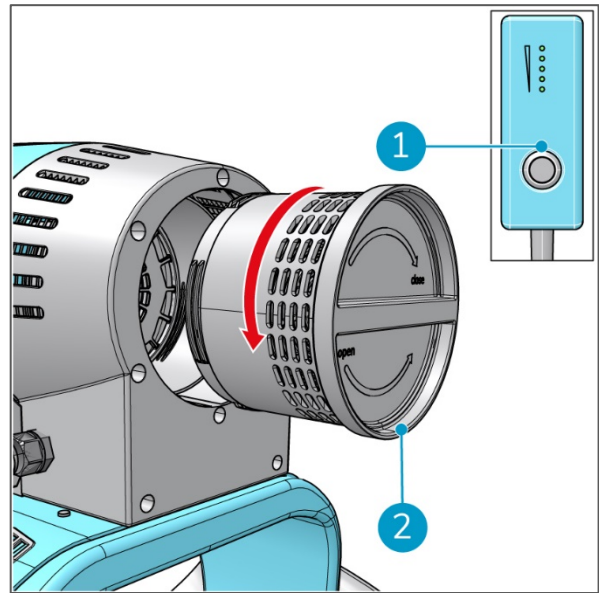

Figura 24
1. Apaga la i-move 2.5B® con el interruptor ON/OFF (Figura 24, pos. 1).
3. Gira el alojamiento del filtro (Figura 24, pos. 2) en sentido antihorario para retirarlo de la parte inferior de la i-move 2.5B.
6. Gira el alojamiento del filtro (Figura 24, pos. 2) en el sentido de las agujas del reloj para volver a colocarlo en la parte inferior de la i-move 2.5B.
11. Gira el alojamiento del filtro (Figura 24, pos. 2) en el sentido de las agujas del reloj para volver a colocarlo en la parte inferior de la i-move 2.5B.